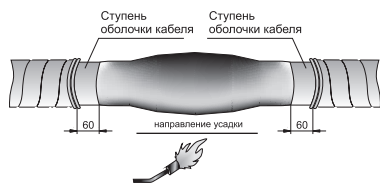

Рисунок 17
4.31 Расстояние от среза брони (защитного покрова) кабеля до торца трубки должно составлять 60 мм. При необходимости обрезать трубку до получения требуемого размера ступени оболочки кабеля (рисунок 17).